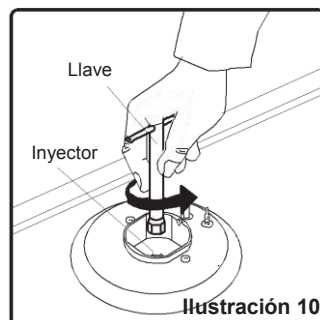

Ilustración 10
- Desenrosque los inyectores. Para ello, utilice una llave de 7mm. (Ilustración 10).